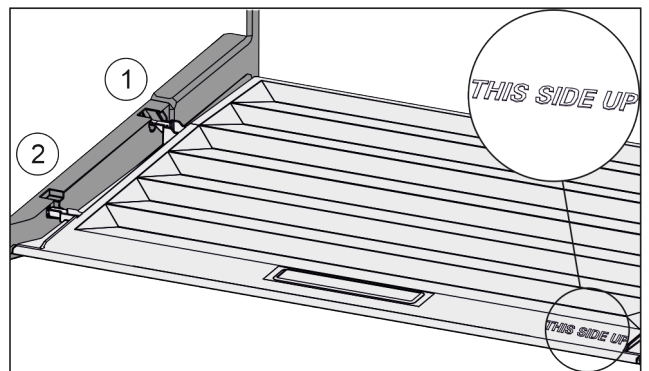

Fig. 94
- ▶ Skyv inn dekseltrinn via åpningen til bakre holder Fig. 94 (1) og klikk dem på plass i fremre holder Fig. 94 (2).